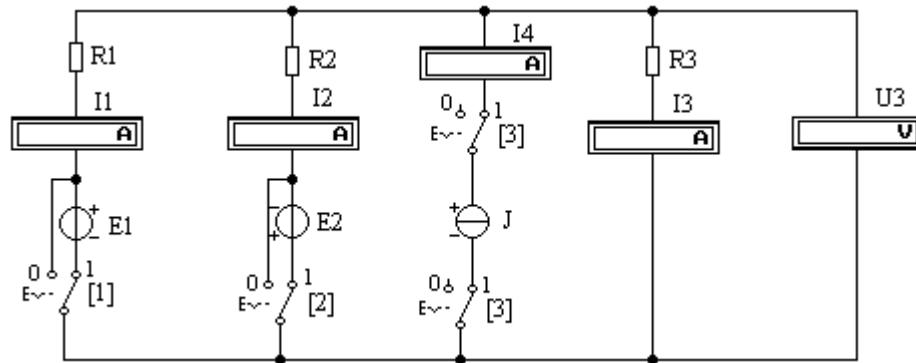
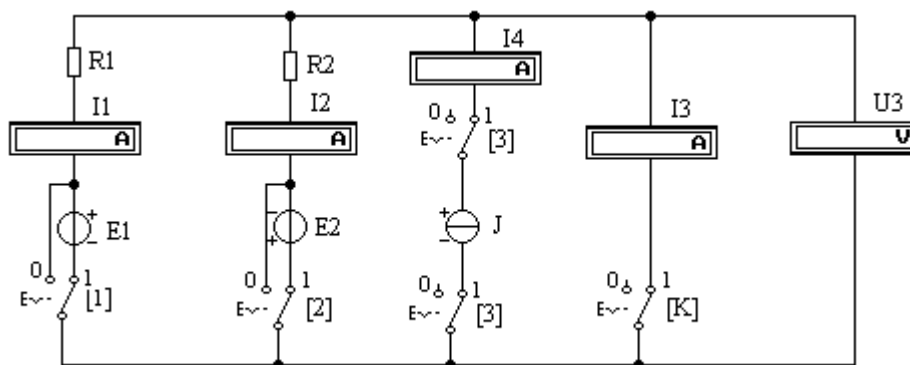

Рисунок 1
Рисунок 2
1. Собрать схему электрической цепи (рисунок 1). При сборке схемы амперметры и вольтметр подсоединить с соблюдением «полярности»
3. В схеме (рисунок 1) установить **все ключи в положение 1** (при необходимости нажать на клавиатуре клавиши 1, 2 и 3)
1. Собрать схему электрической цепи (рисунок 2). Для этого необходимо в схеме (рисунок 1) удалить элемент R3 и добавить ключ K.
2. Для определения параметра эквивалентного генератора напряжения $E_0 = U^{xx}$ в схеме (рисунок 2) установить **режим холостого хода**: переключатель «K» перевести в положение 0 (нажать на клавиатуре клавишу K).
4. Для определения величины $J_э$ (параметр эквивалентного генератора тока) в схеме (рис.2) установить **режим короткого замыкания**: переключатель «К» перевести в положение 1 (нажать на клавиатуре клавишу К). Кнопку (0-1) перевести в положение «(1)». По завершении автоматических расчетов кнопку (0-1) перевести в положение «(0)». Показания амперметра $I_3 = I_{кз} = J_э$ занести в таблицу расчетных и экспериментальных данных.
5. Для определения величины $R_э$ (параметр эквивалентного генератора) в схеме (рис.2) переключатель «К» и ключи 1, 2, 3 перевести в положение 0 (схема преобразована в пассивный двухполюсник). Вместо вольтметра (рисунок 2) подсоединить мультиметр